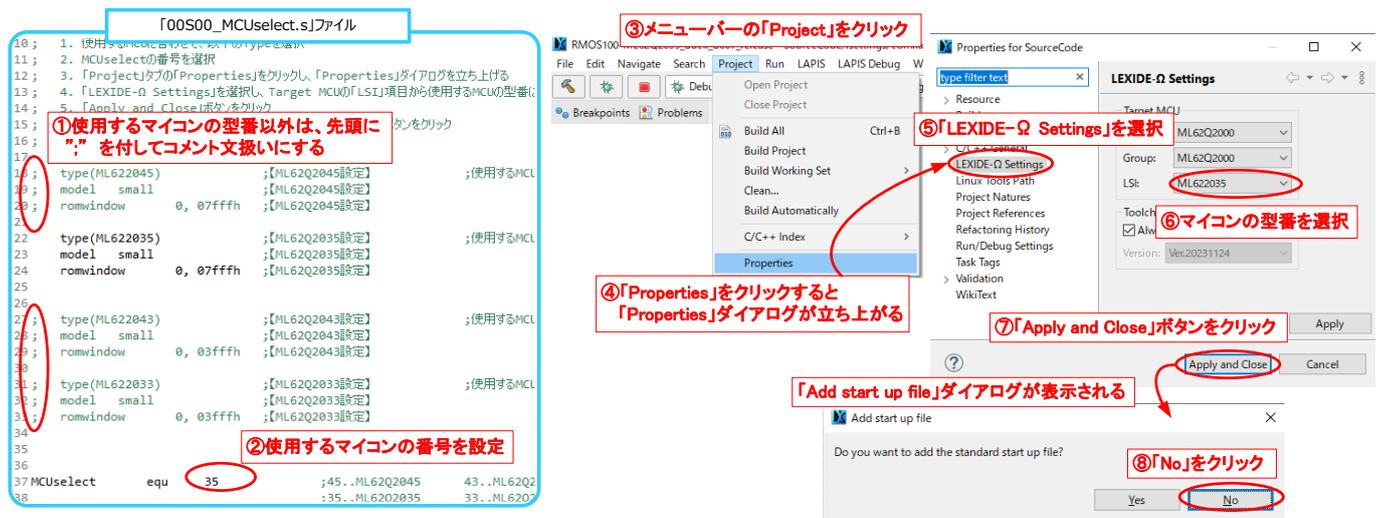

Figure 4-1. マイコンの型番変更
使用するマイコンの型番を変更する時は、Figure 4-1 に従って、編集作業を行います。
注意：⑧の手順で誤って「Yes」をクリックすると、「SourceCode」フォルダ内に「ML6220xx.ASM」ファイルが生成されます。この状態でビルドを実行するとエラーメッセージが表示されます。そのため、「ML6220xx.ASM」ファイルは必ず削除した後ビルドを実行してください。ファイルが削除できていれば、Figure 4-1 の手順を再度行う必要はありません。